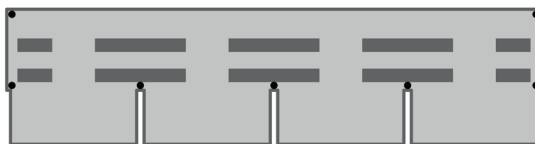

Рис. 12 Схемы расположения гвоздей.
8.1.4 Крепёж фасадной плитки – тип 1 (таблица №1). Одна плитка прибивается пятью гвоздями посередине нижней границы отрезка нижней клеевой полосы и двумя гвоздями в верхние углы плитки (рис. 12).